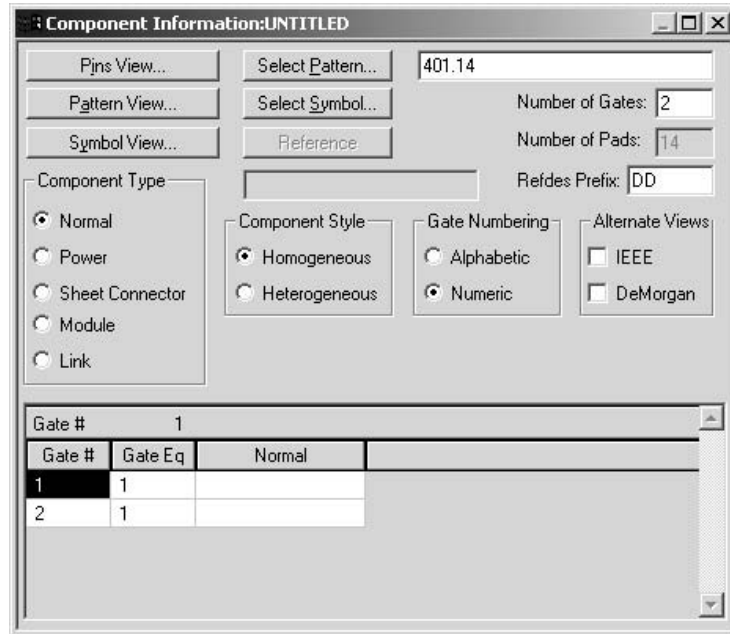

Рис.4.2.4
- В результате получим настройки, представленные на рис.4.2.4.